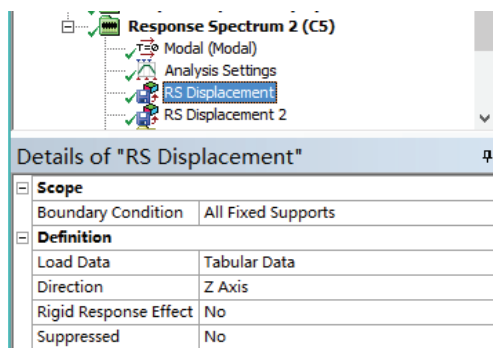

图 12-23 Z 向激励设置
2) 选择 Solution 工具栏中的 Stress>Equivalent (von-Mises), 如图 12-23 所示, 此时在树结构图中会出现 Equivalent Stress 选项。